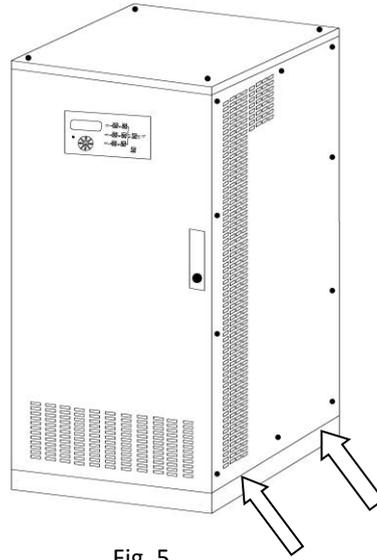

Fig. 5
4. Se utilizzate un carrello elevatore inseritelo nei punti indicati nella fig. 5. Non sollevate l'unità da altri punti, si potrebbe danneggiare